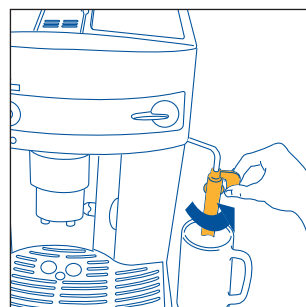

Fig. 3
2. Desplace el emulsionador hacia afuera y coloque una taza abajo (fig.3) y encienda la máquina presionando el botón ① (fig.4).
- gire el emulsionador hacia el exterior de la máquina (fig. 3).
- Coloque un recipiente debajo del emulsionador (fig. 3).
- Desplace hacia afuera el emulsionador (fig. 3).